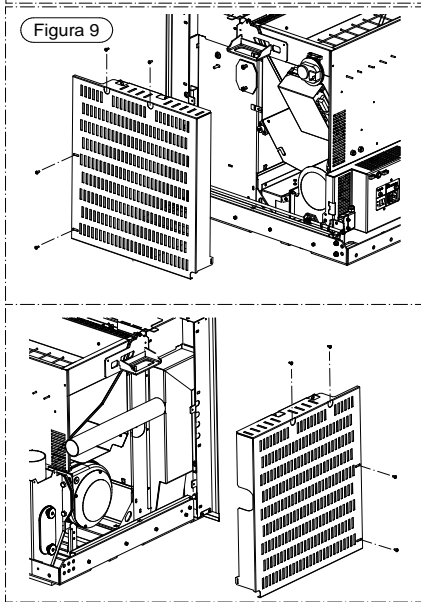

Figura 9
- Rimontare i fianchi tolti in precedenza e fissarli con le viti AC (Figura 9).